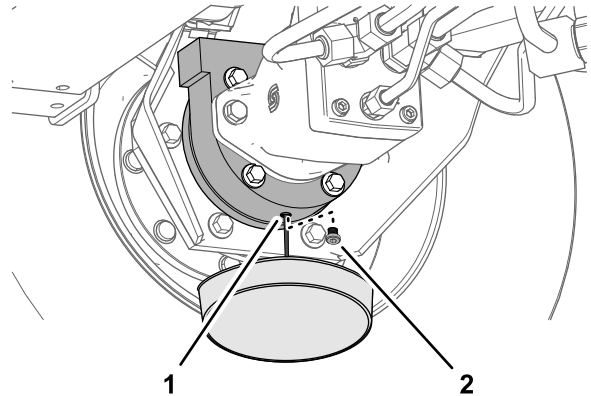

Bild 103
6. Stellen Sie eine Auffangwanne unter das Bremsgehäuse, entfernen Sie die Ablassschraube und lassen das Öl ganz ablaufen (Bild 103).